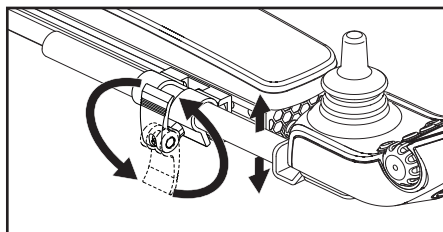

Figure 19. Réglage de la hauteur du contrôleur (Accoudoirs relevables)
3. Relever, puis abaisser le levier pour desserrer l'attache. **Voir la figure 19 ou 20.**